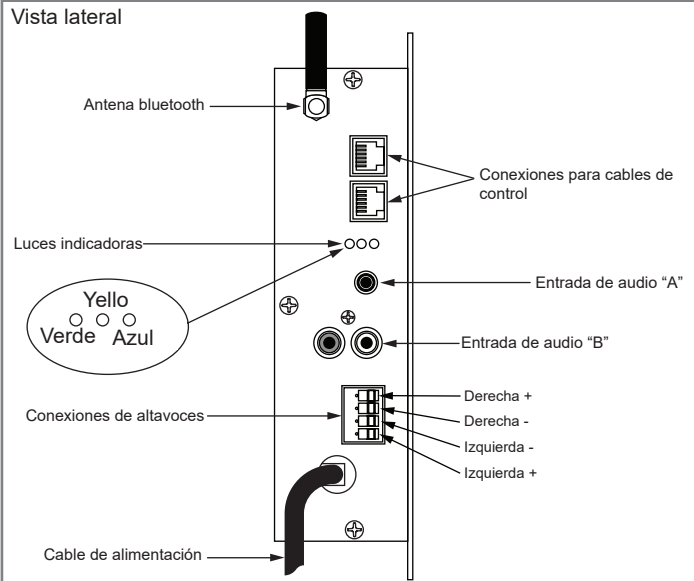

Figura 2
- Dirija el cable de control desde la ubicación del módulo hasta el generador de la serie 5GE-SMP. Las maneras en que se enrutan los cables dependen en lo que es más adecuado para la instalación. Hay varios conectores de conexión en el generador de la serie 5GE-SMP. (Vea la figura 2 para el cableado del sistema diagrama).
- Consulte el diagrama de cableado en la (Figura 2) para conectar los altavoces al módulo de control, asegurándose de que el grosor de la pared no supere los 7/8".